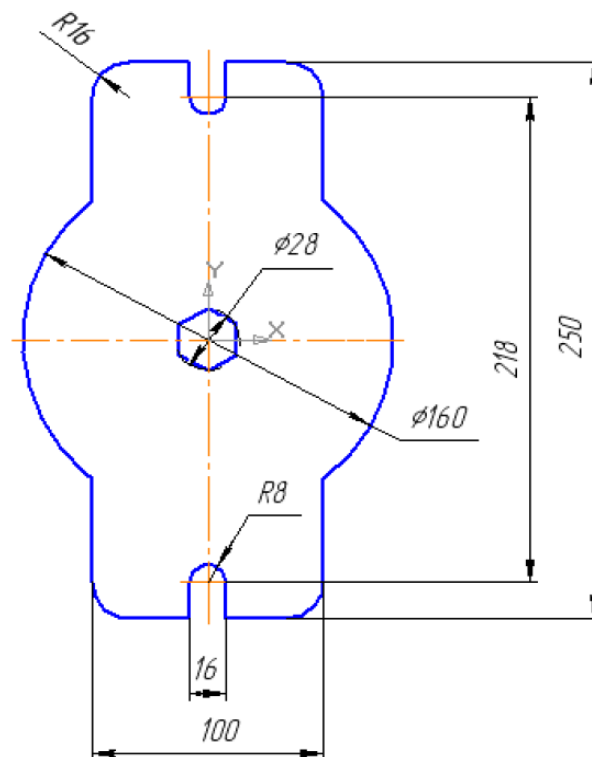
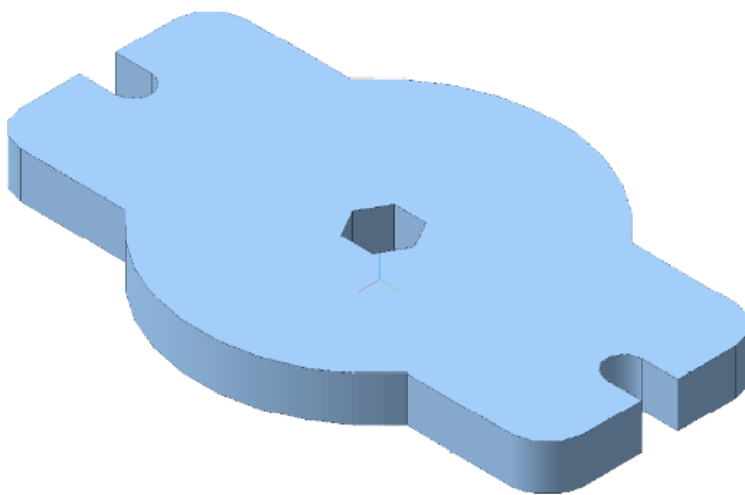
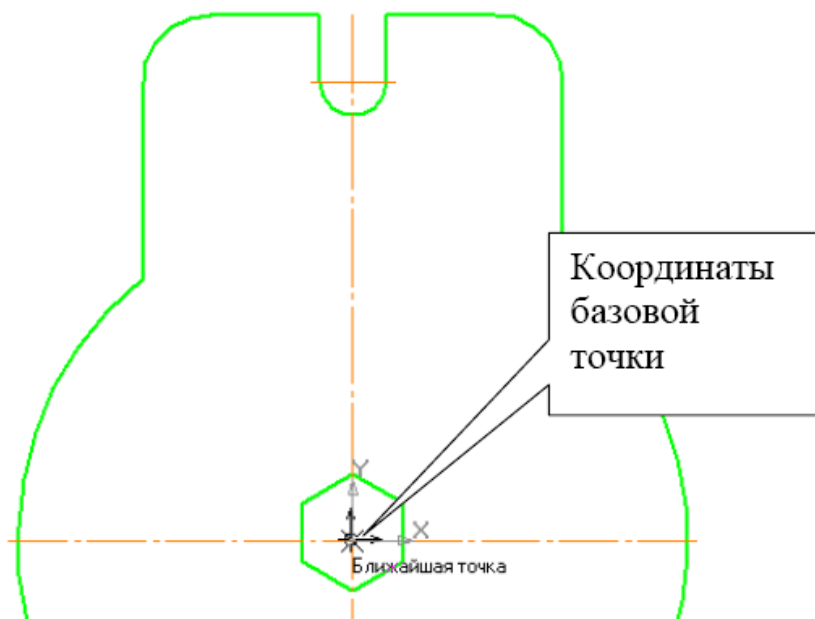
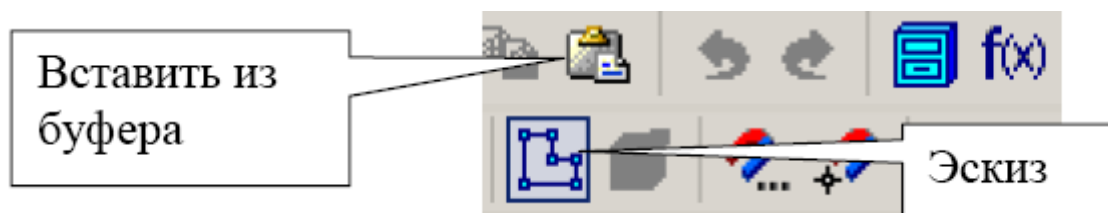

Рис. 1
Рис. 11
Рис. 15
Рис. 16
1. Виконайте просторову модель пластини, рис. 11 (завдання 1, рис. 1). Товщина пластини 20 мм. Розрахуйте МЦХ пластини. Матеріал – Сталь 08 ГОСТ 1050-88.
(рис. 16). Система
Відкрийте фрагмент пластины, виконаний в завданні 1, рис. 1. В меню – **Выделить – По стилю кривой – Основная**. На панелі управління виконайте команду **Копировать** ,  на запит системи Координаты базовой точки помістіть курсор в початок координат та зафіксуйте його положення натисканням лівої кнопки миші, рис. 15.
Натисніть на кнопку **Вставить из буфера**, рис. 16. Помістіть базову точку в початок координат (рис. 15), клікніть лівою кнопкою миші та натисніть на кнопку **Прервать команду**  та **Показать все** .
Завершіть роботу в режимі редагування ескізу, натиснувши на кнопку **Эскиз**, рис. 16.